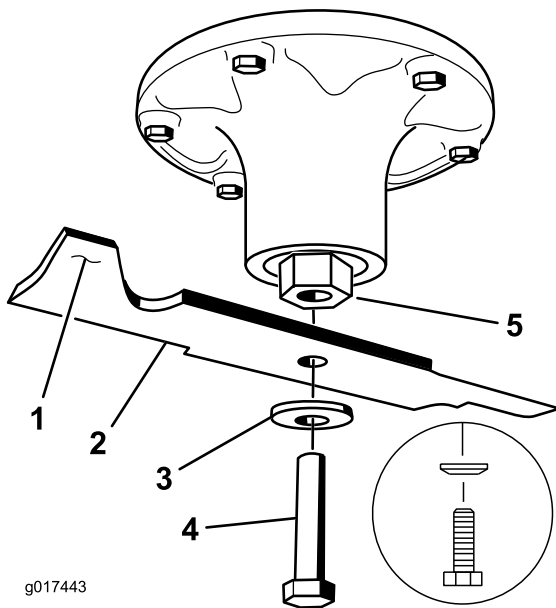

Figure 1
2. Enlevez de l'axe, le boulon, la rondelle bombée et la lame (Figure 1).